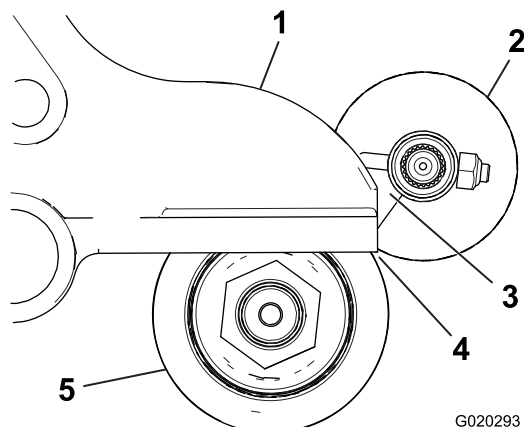

図 9
2. ローラブラシが後ローラにわずかに触れるまたは乗るように、ローラブラシの位置を決める 図 9。